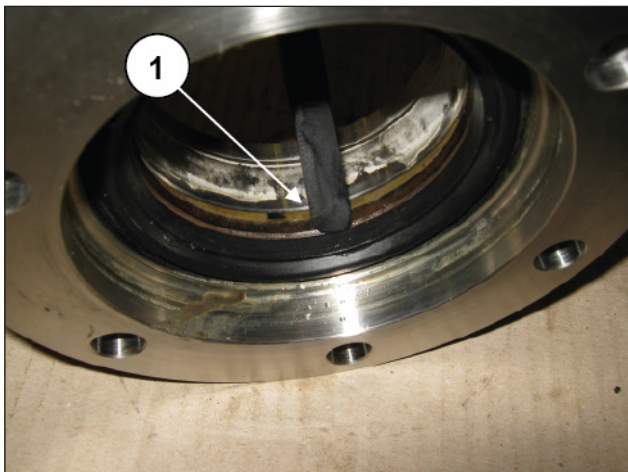
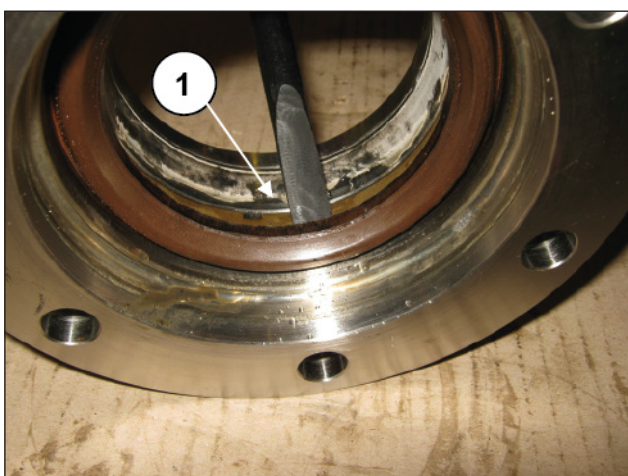
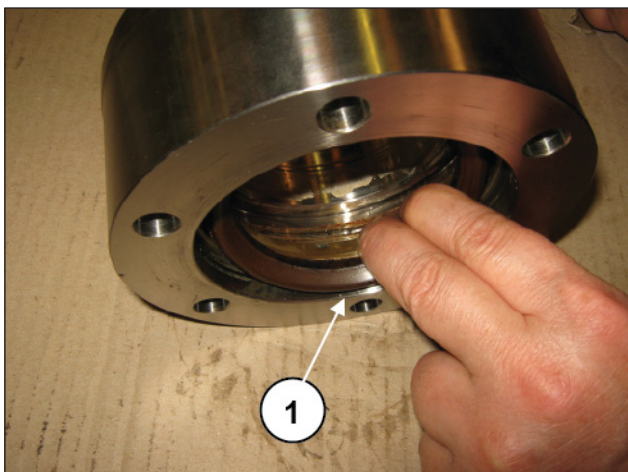
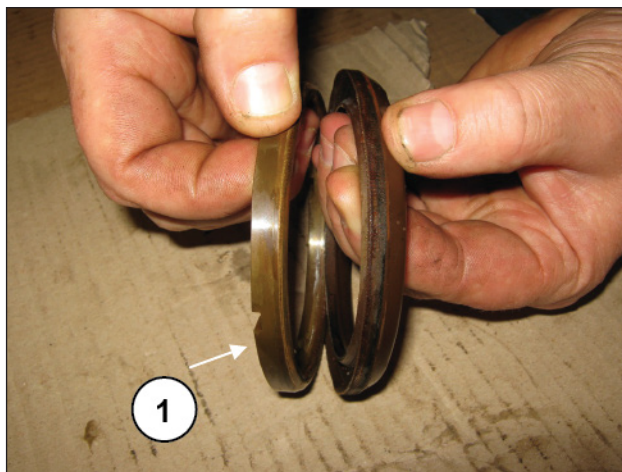

图 216
图 217
图 218
图 219
从活塞套中按顺序取出止动环（位置①，图 216），密封环（位置①，图 217 - 图 218）及活塞顶圈并将之分开（位置①，图 219）。